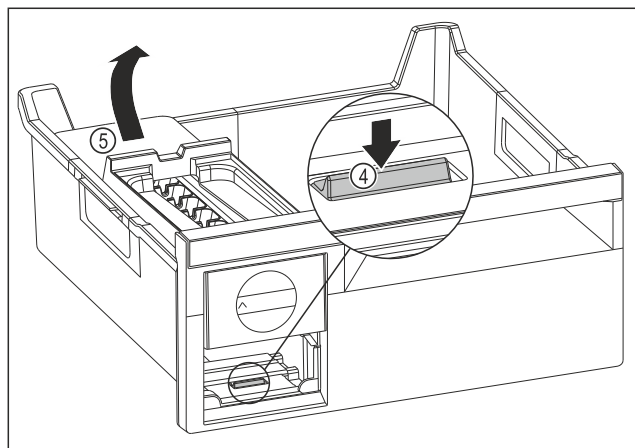

Fig. 141
- ▶ EasyTwist-Ice-Körper entnehmen: Lasche Fig. 141 (4) mit Finger nach unten drücken und gleichzeitig mit der anderen Hand den EasyTwist-Ice-Körper Fig. 141 (5) von hinten anheben.